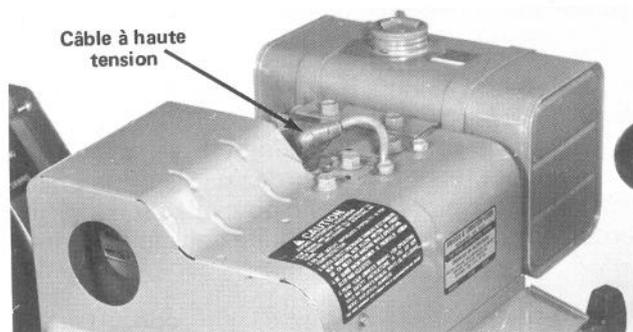

Figure 38
2. Débranchez le câble à haute tension de la bougie (Fig. 38) et enlevez la bougie de la culasse.
4. Raccordez le câble à haute tension à la bougie (Fig. 38).